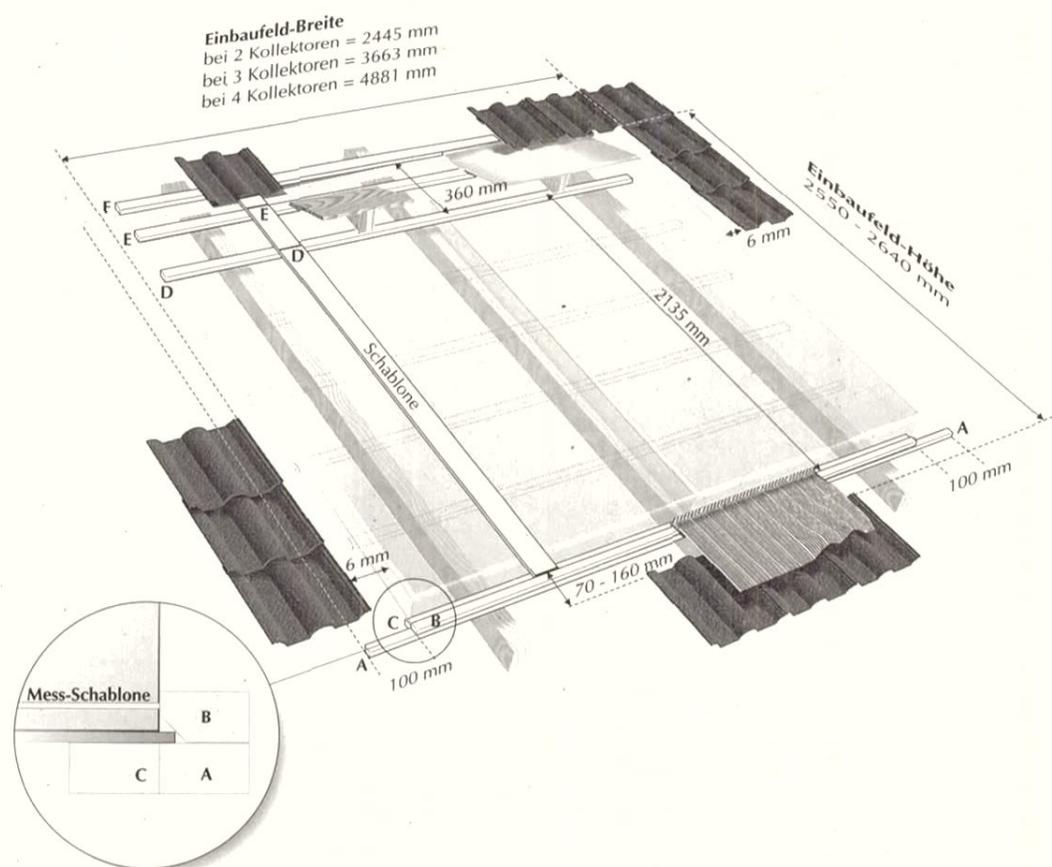

Bild 3.1 Maße für Einbaufeld und für die Lage der Einbaulatten.
4. Die Latten **B** (Länge 1205mm) an Kollektorpositionen mit Schnellbau-Schrauben so auf Latte **A** schrauben, dass die Kollektoren bei der Montage in schräge Kante gleiten können und auf diese Weise fixiert werden (siehe Lupe Bild 3.1).